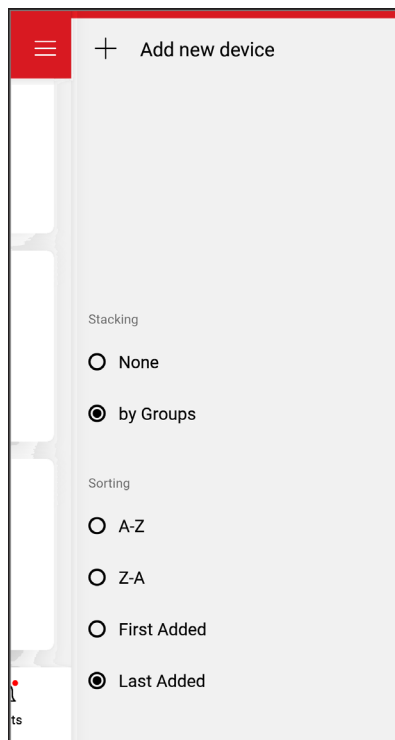

Figure 81. Ajouter un appareil
Une fois l'enregistrement de l'utilisateur effectué, commencez à ajouter vos appareils de chauffage AVIA via l'application mobile Raymote. Voir **Figure 81**.
4. Dans l'application Raymote, appuyez sur le bouton de menu  situé dans le coin supérieur gauche de l'écran, puis appuyez sur "+ Add new device". Voir **Figure 81**.